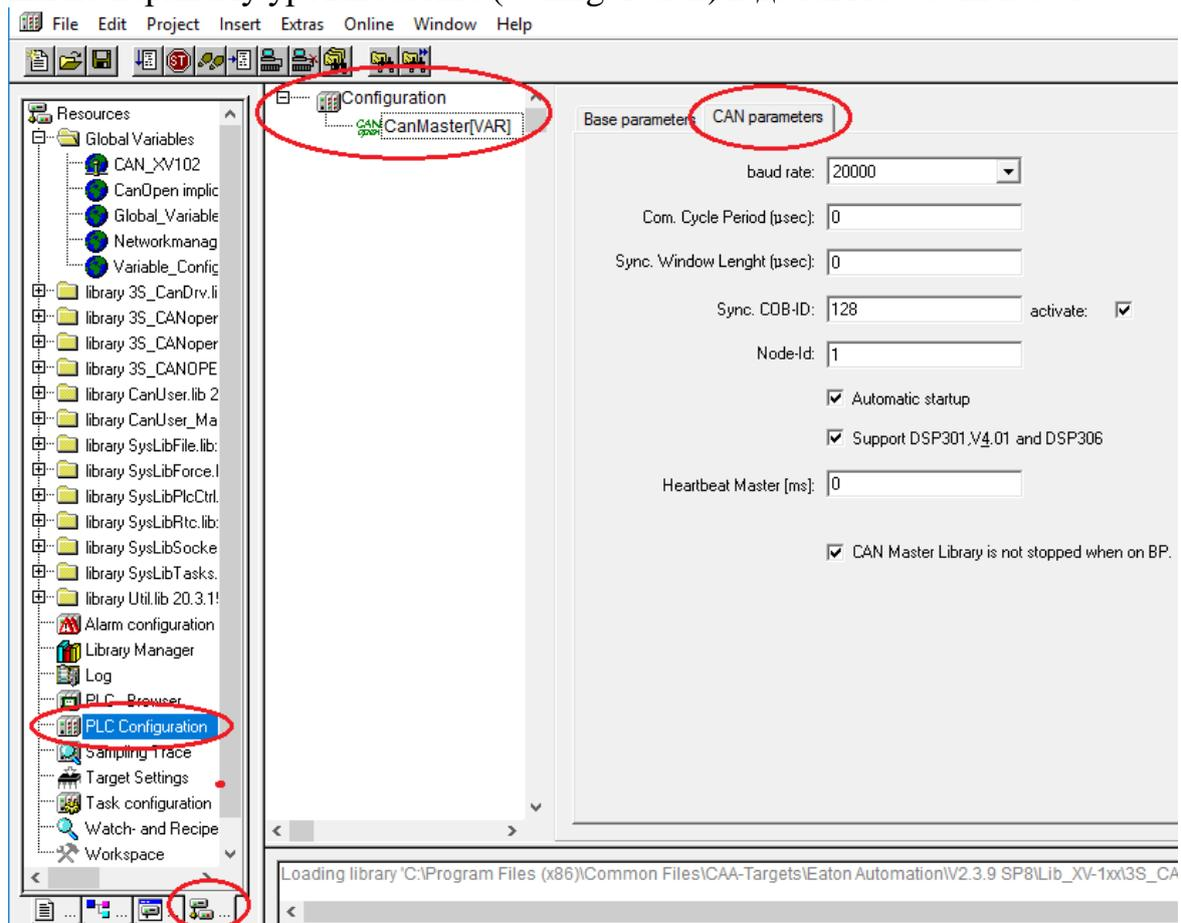

Рис. 44. Конфигурация контроллера в HMI
5. *Настройте конфигурацию контроллера в HMI.* Зайдите во вкладку ресурсов «Resources» проекта и откройте конфигурацию контроллера «PLC Configuration» (рис. 44). Далее нажмите правой клавишей мыши по верхнему уровню меню (Configuration) и добавьте «CanMaster».